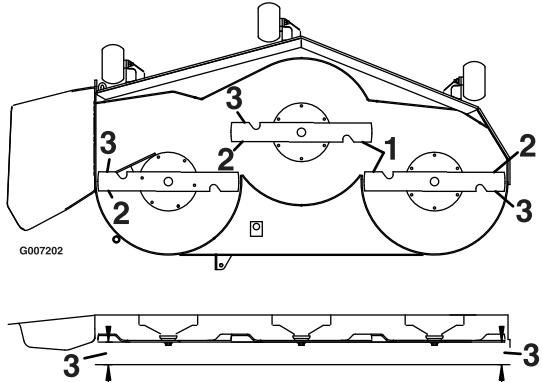

Figure 58
- Mesurez la distance entre les tranchants extérieurs et le sol plat (Figure 58). Si les deux mesures diffèrent de plus de 5 mm (3/16 po), un réglage s'impose. Poursuivez la procédure de mise à niveau.